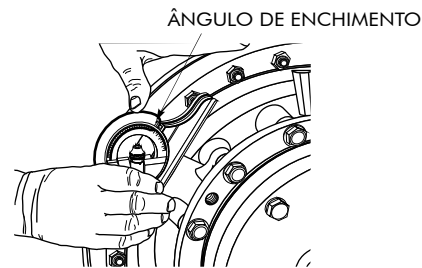

Figura 6
- Use um transferidor tipo relógio (P/N 1224653) ou um transferidor com nível de bolha ajustado para o ângulo requerido. Coloque o instrumento no resalto plano do furo de enchimento, conforme mostrado na Figura 6. Comece em 0° (Figura 1).